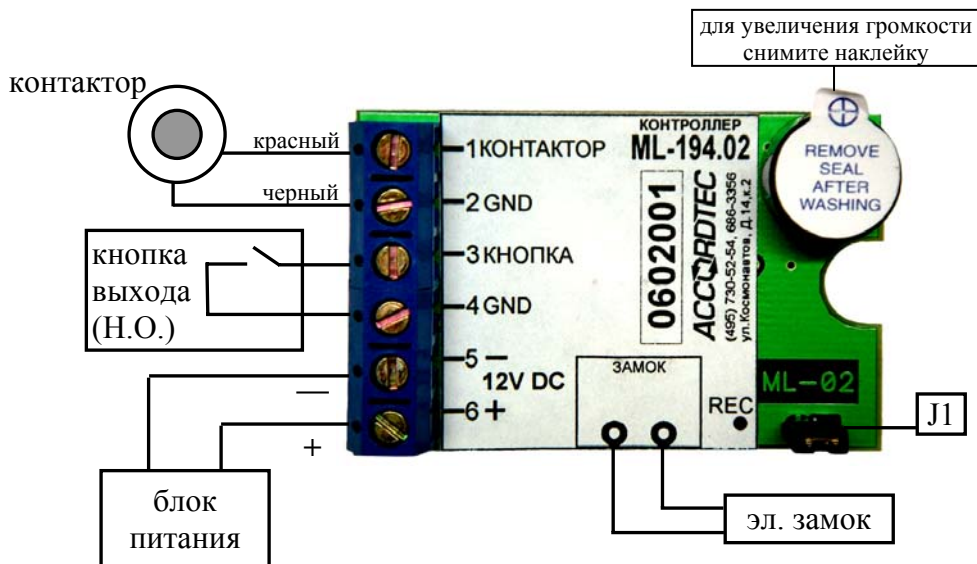

Рис. 1
4. К контактам 1 и 2 подключить контактор. Красный провод – клемма 1, черный — клемма 2 (рис. 1).
5. К контактам 3 и 4 подключить провода от кнопки выхода (рис. 1).
6. К контактам 5 и 6 подключить провода от блока питания 12В. «←» — клемма 5, «+» — клемма 6 (рис. 1).